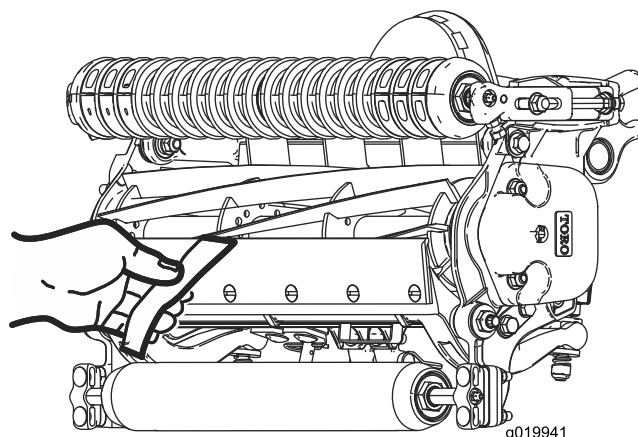

Figure 18
10. Contrôlez la performance de coupe en insérant une longue bande de papier de performance de coupe (réf. Toro 125-5610) entre le cylindre et la contre-lame, perpendiculairement à la contre-lame (Figure 18). Faites tourner **lentement** le cylindre en avant ; il devrait couper le papier.